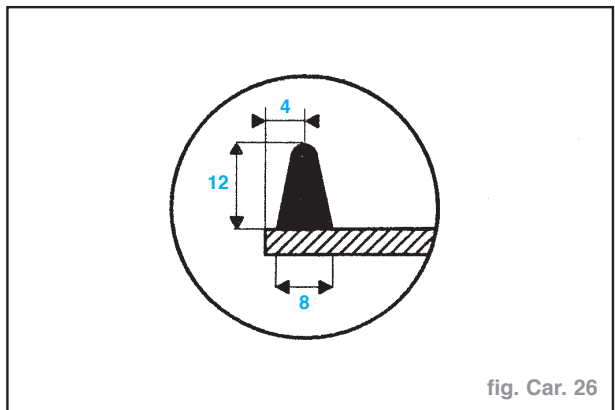

fig. Car. 26
- Utiliser la buse découpée fournie dans le kit (fig. Car. 26).